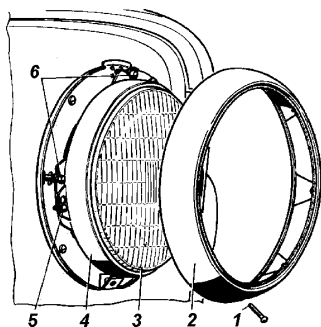
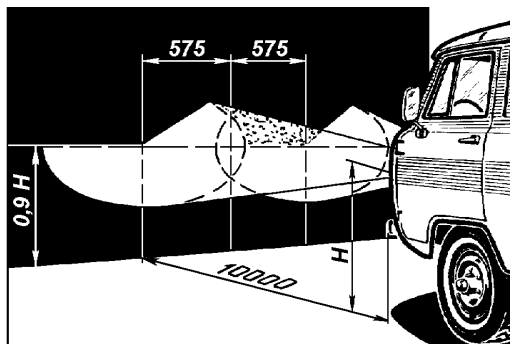

Рис. 8.7. Фара:
Рис. 8.8. Разметка экрана для регулировки фар:
**Фары** (рис. 8.7) имеют оптический элемент с двухнитевой лампой. Нижняя нить лампы в 45 Вт (60 Вт - для фары с галогенной лампой), расположенная в фокусе рефлектора, дает сильный луч дальнего света. Верхняя нить 40 Вт (55 Вт - для фары с галогенной лампой) дает направленный вниз более слабый ближний свет.
Для замены лампы в фаре необходимо отвернуть винт 1 (рис. 8.7) и снять декоративный ободок 2. Ослабить три винта 5 и снять внутренний ободок 4 с оптическим элементом 3.
3. Включить ближний свет и, закрыв одну из фар, отрегулировать другую винтами 6 (рис. 8.7) так, чтобы световое пятно на стене или экране было расположено, как показано на рис. 8.8. Регулирующие винты фар 62.3711-09 расположены симметрично центра фар в горизонтальной плоскости.